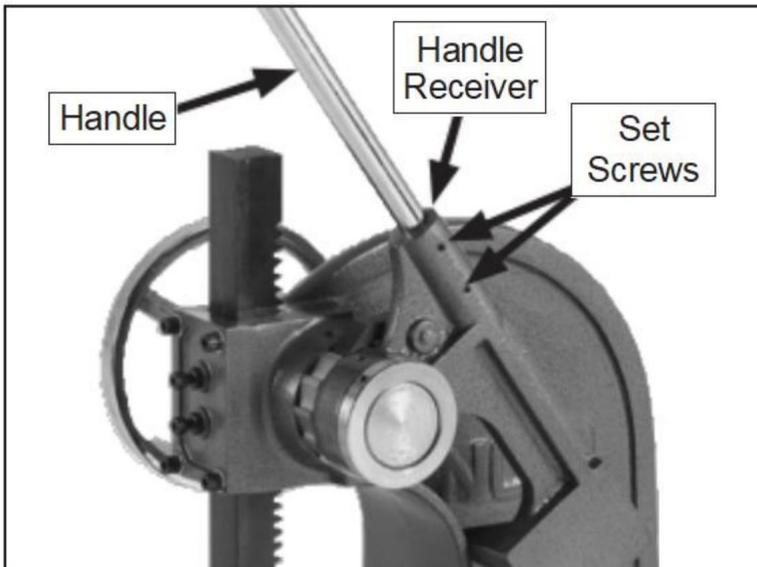

Figure 7. Handle inserted into receiver.
2. Plaats de hendel in de hendelontvanger (zie **afbeelding 7**) en draai beide setbouten vast schroeven.